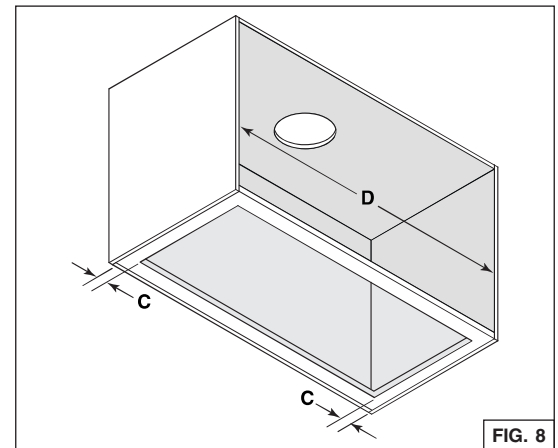

FIG. 8
- Mesurer ce qu'il reste de matériau des côtés de la base de l'armoire (**C**) (FIG. 8), s'il subsiste 1/4 po ou plus, nul besoin d'utiliser les supports d'armoire fournis. Passer à l'étape 8 en page 10.
- S'il reste moins de 1/4 po de matériau (**C**), retirer soigneusement ces bandes. Mesurer la largeur intérieure de l'armoire (**D**) (FIG. 8). Consulter le tableau ci-dessous pour savoir quelle configuration de rebords de support doit être utilisée.